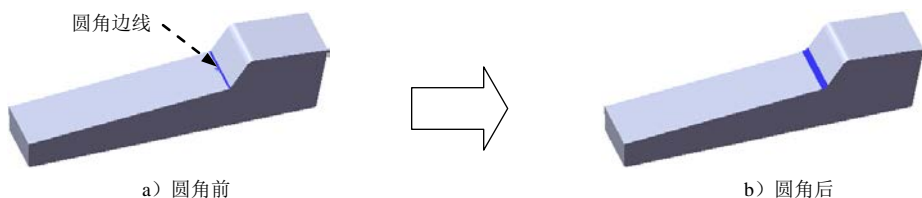

图 16.5.5 圆角 2
Step4. 创建图 16.5.5 所示的圆角 2。
(1) 选择命令。选择下拉菜单 **插入(I)** → **特征(F)** →  **圆角(U)...** 命令 (或单击  按钮), 系统弹出“圆角”对话框。
(2) 定义圆角类型。采用系统默认的圆角类型。